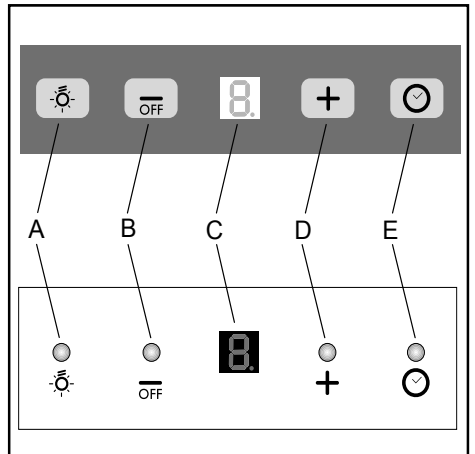

Fig.5
BETJENING-SENHED: (Fig.5)
• Mætning af fedtfilter / aktive kulfiltre: Fig.5